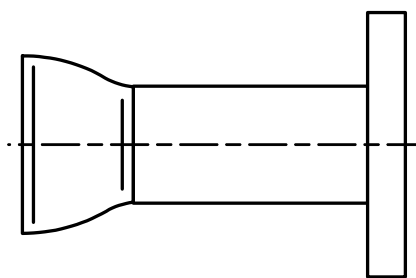

Рис.3
- б) если необходимо использование переходов, к противоположным концам отрезков труб приварить переходы (рис.3);